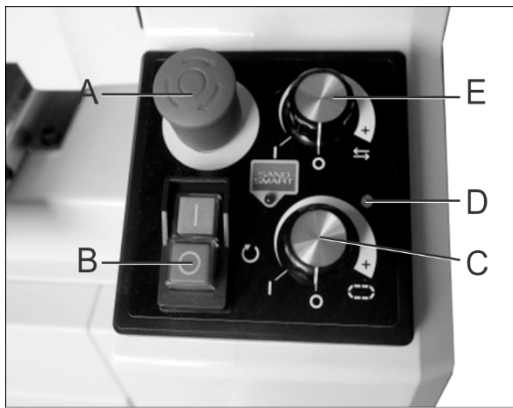

Abb. 9-1: Bedienpult
- Den Not-Stopp Taster entriegeln, dazu den Taster (A, Abb. 9-1) im Uhrzeigersinn drehen und ziehen.
Die Schleifmaschine kann mit oder ohne Oszillation betrieben werden. Der obere Drehgriff (E, Abb. 9-1) aktiviert den Oszillationsmodus.